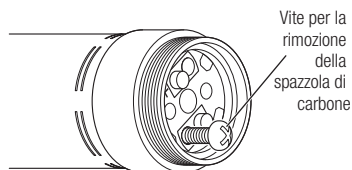

Fig. 13
- 3) Avvitare due o tre volte le viti di rimozione della spazzola di carbone (in dotazione con la spazzole di carbone di ricambio) nell'apposito foro. Quindi rimuovere la spazzola di carbone estraendo la vite di rimozione (Fig. 13).